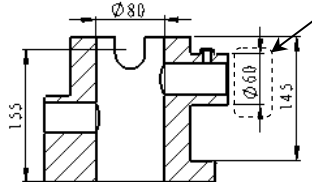
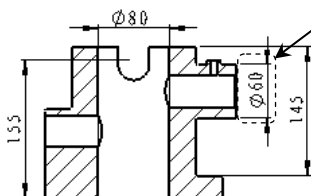
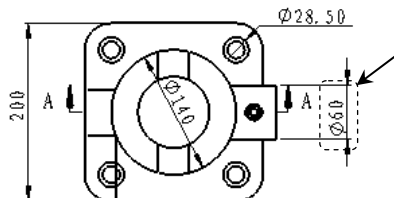

图 6.3.50 选取要移动的尺寸
图 6.3.51 俯视图
图 6.3.52 复制移动尺寸
Step2. 按 Ctrl 键, 选取图 6.3.50 所示的尺寸 $\phi 60$, 将尺寸拖动到图 6.3.51 所示的俯视图后, 松开左键和 Ctrl 键, 结果如图 6.3.52 所示。